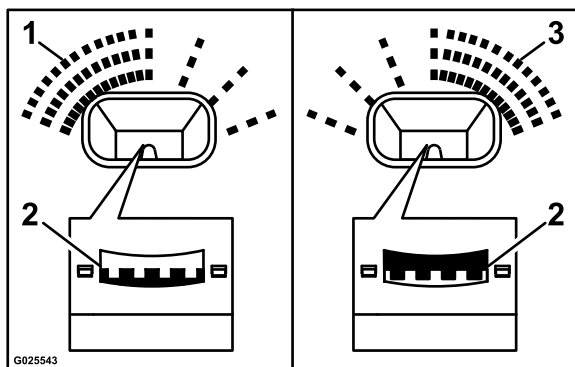
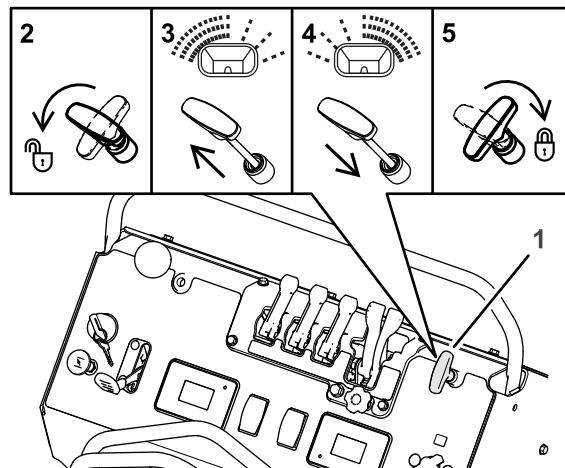

Figura 36
Figura 37
Si el esparcidor distribuye el material de forma desigual de un lado a otro – demasiado cargado/ligero en un lado (ver Figura 36 y Figura 37) – ajuste el patrón de esparcido.
1. Desbloquee el control del patrón de esparcido girando la maneta 90° en sentido antihorario, según se muestra en la Figura 37, 2.
- Si se esparce demasiado material en el lado izquierdo de la máquina, tire del control del patrón de esparcido un poco hacia arriba; consulte Figura 37, 3.
patrón de esparcido un poco hacia abajo; consulte Figura 37, 4.
3. Bloquee el control del patrón de esparcido girando la maneta 90° en sentido horario; consulte la Figura 37, 5.